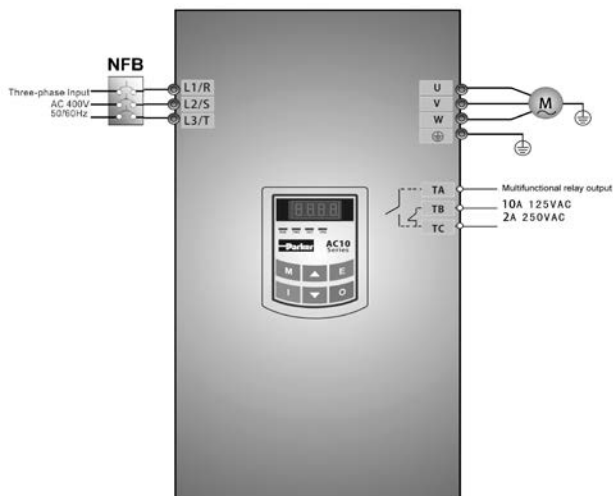

Figure 4-1 Diagramme de câblage 1
- (1) Raccordez les fils comme indiqué sur la Figure 4-1. Après avoir vérifié que le câblage a été effectué avec succès, allumez le disjoncteur à l'air libre et mettez le variateur sous tension.
- (2) Appuyez sur le bouton « M » pour entrer dans le menu de programmation.
- (3) Mesurez les paramètres du moteur.
- (1) Raccordez les fils comme indiqué sur la Figure 4-1. Après avoir vérifié que le câblage a été effectué avec succès, allumez le disjoncteur à l'air libre et mettez le variateur sous tension ;
- (3) Étudiez les paramètres du moteur : le mode opératoire est le même que pour l'exemple 1.
- (4) Réglez les paramètres fonctionnels du variateur :